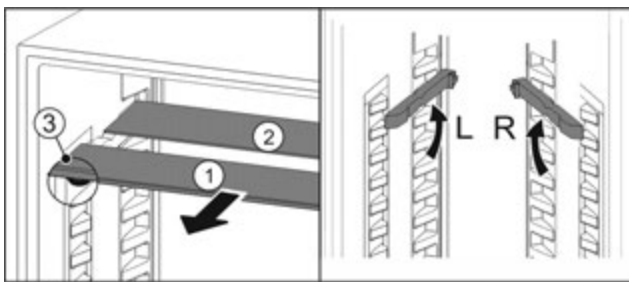

Fig. 70
- ▶ Посуньте Fig. 70 (1) скляну панель вперед.
- ▷ Скляна панель Fig. 70 (1) з декоративною планкою лежить спереду.
- ▷ Стопори Fig. 70 (3) показують вниз. Пристрої з морозильною камерою:*